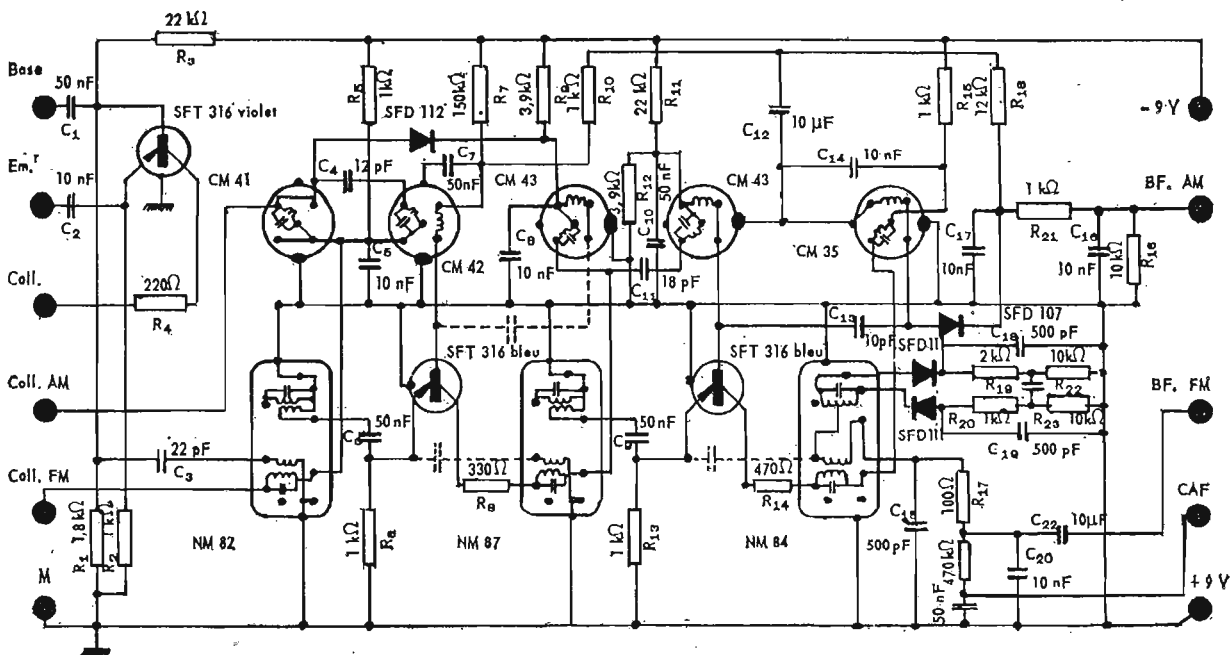

FIG. 3. — Schéma de l'amplificateur MF mixte AM/FM
**La platine amplificatrice moyenne fréquence AM et FM :** le schéma théorique de cette platine précablée, montée sur circuit imprimé, est indiqué par la figure 3. Ce module mixte AM-FM (réf. SB65F Oréga) constitue un amplificateur MF complet pour la modulation de fréquence (fréquence MF de 10,7 kHz) et pour la modulation d'amplitude (fréquence MF de